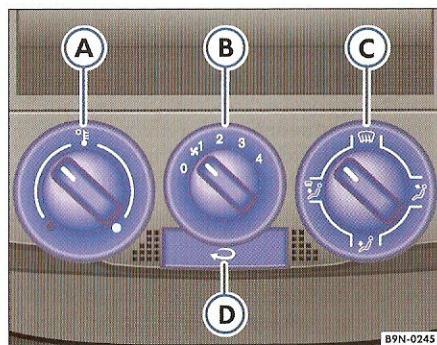

Fig. 70 În tabloul de instrumente: Elementele de comandă ale încălzirii.
– De la reglatoarele ⇒ fig. 70 (A) și (C) și de la comutatorul (B) se reglează temperatura, distribuția aerului și treptele ventilatorului.
– Apăsăți tasta (D), pentru a porni sau opri funcția de recirculare. În tastă se aprinde un bec de culoare galbenă, semn că funcția respectivă este activată.